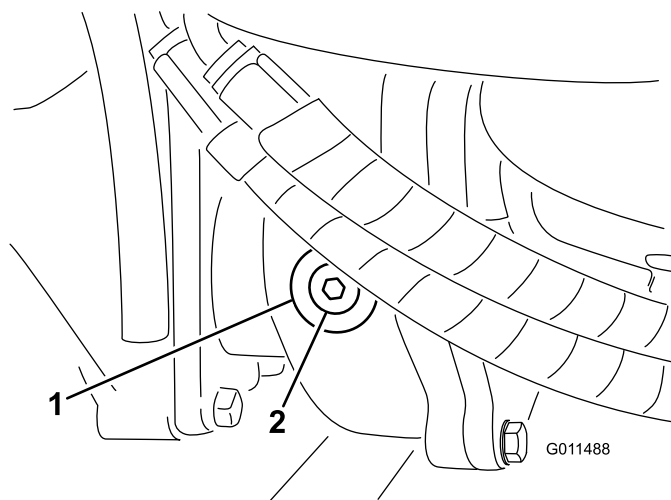

Figura 62
2. Retire o tampão de verificação/enchimento que se encontra na zona esquerda da caixa de engrenagens e certifique-se de que existe lubrificante até ao fundo do orifício (Figura 62).